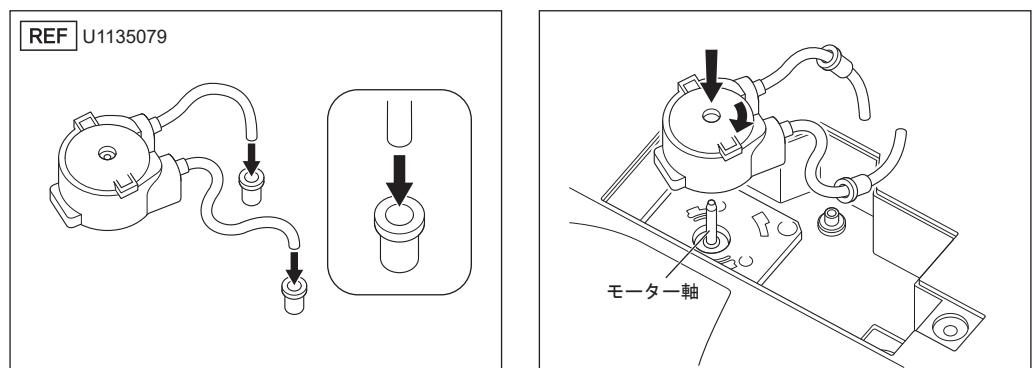

図56
- 6) 新しい注水ポンプ（別売品）のポンプチューブに、コネクタリングを取り付けます。その際、リングの向きに注意してください（図56）。